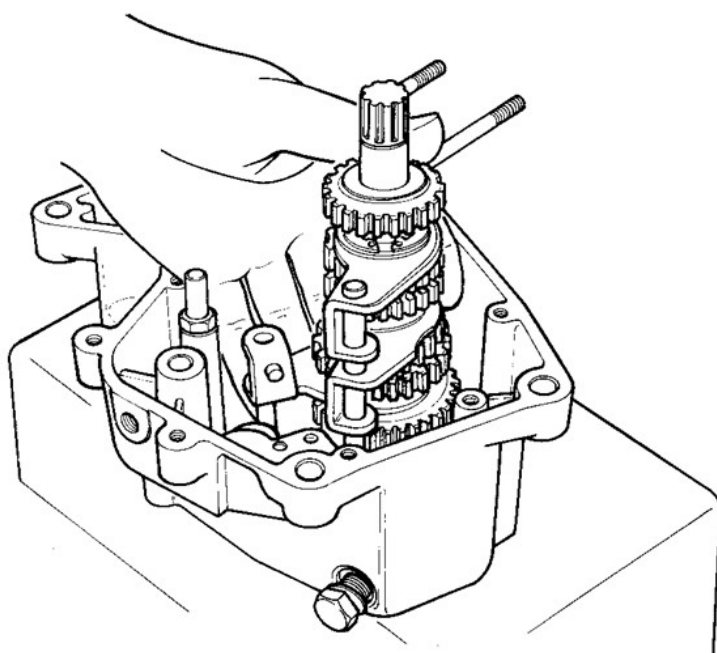

FIG. 37
- 2) **INFILARE** la rondella di rasamento di spessore **0,6 mm.** sull'albero secondario avendo cura di mettere un po' di grasso per farla rimanere aderente all'ingranaggio della 1a velocità, montare quindi le forchette nei rispettivi scorrevoli e infilare l'albero secondario completo di forchette nella rispettiva sede e perni di guida (fig. 37).